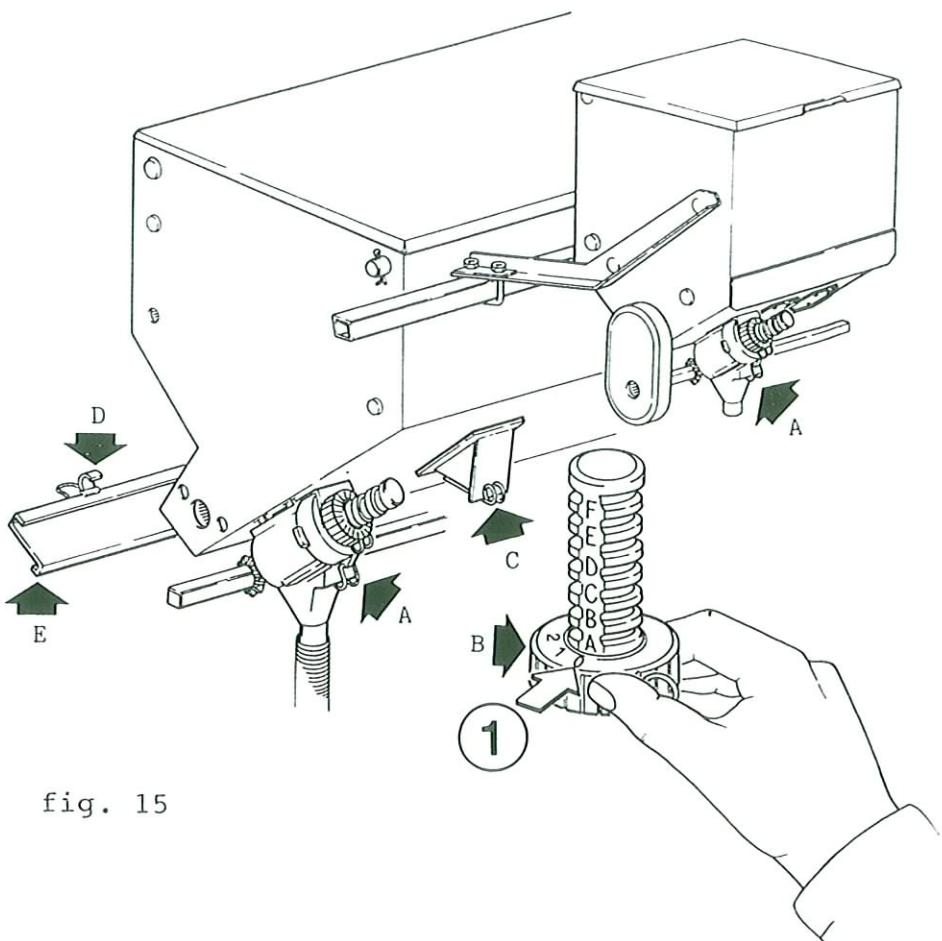

fig. 15
La diffusione del prodotto fertilizzante ed insetticida, avviene per mezzo dei distributori (A) (diversi come dimensioni) Fig. 15, montati sui serbatoi spandiconcime e microgranulatore. La quantità da distribuire (vedi tabelle distribuzione), si regola con la ghiera (B) e la posizione di lettura della regolazione è come indicato al punto (1). I distributori, in materiale plastico, non necessitano di lubrificazione. Si raccomanda, a fine lavoro, un'accurata pulizia dei serbatoi, in modo particolare per quelli del fertilizzante. Scaricare il prodotto residuo dalla porta (C) sganciare le chiusure (D) e togliere la porta di pulizia (E), lavare abbondantemente con acqua.
The distribution of fertilizer and insecticide is performed by means of the distributors (A Fig. 15 mounted on the tanks of the fertilizer and microgranule. The quantity to be distributed is regulated through the ringnut (B); reading position of adjustment as shown at point 1.
L'épandage d'engrais et la mise en place de microgranulés insecticides sont réalisés par l'intermédiaire des distributeurs (A) (qui existent en différentes dimensions), cf. Fig. 15 montés sur le réservoirs d'engrais, resp. de microgranulés. La quantité apportée (voir à ce propos les tableaux de distribution qui figurent aux pages suivantes) doit être réglée au moyen de la molette (B), dont la position est repérable précisément par le point de lecture indiqué par la flèche (1). Ces distributeurs, en matière plastique, n'ont pas besoin d'être lubrifiés. Pour un travail précis, il est recommandé de procéder, lors du remisage de l'engrais, à un nettoyage approfondi du dispositif d'épandage de l'engrais. Pour ce faire, extraire tout d'abord le solde éventuel d'engrais par la trappe de vidange (C); actionner ensuite le dispositif de fermeture de la tôle inférieure (D), pour déposer cette tôle (E), et laver abondamment avec de l'eau.
Die Ausbringung von Handelsdüngern und Insektiziden geschieht mittels der Minimax-Verteiler (A). Fig. 15 (unterschiedlich nur in der Größe) die auf den Behältern der Düngerstreuer und Mikrogranulatstreuer montiert sind. Die Ausbringmenge (siehe Streutabelle) reguliert man durch Drehen der Ziffer am Ring (B), zum Buchstaben auf der Spindel (F), wie im Punkt 1 gezeigt wird.
El esparcimiento del producto fertilizante e insecticida se efectúa mediante unos distribuidores (A) (de diferente tamaño) Fig. 15 montados en los depósitos abonadores y microgranuladores. La cantidad a esparcir (véanse las tablas de distribución) se regula mediante la abrazadera (B) y la posición de lectura de la regulación es la que indica el punto 1. Los distribuidores son de plástico y no necesitan lubricación. Se recomienda, al final del trabajo, limpiar cuidadosamente los depósitos, especialmente los del abono. Descargar el producto residual de la puerta (C), desenganchar los cierres (D) y quitar la puerta de limpieza (E), lavar con abundante agua.